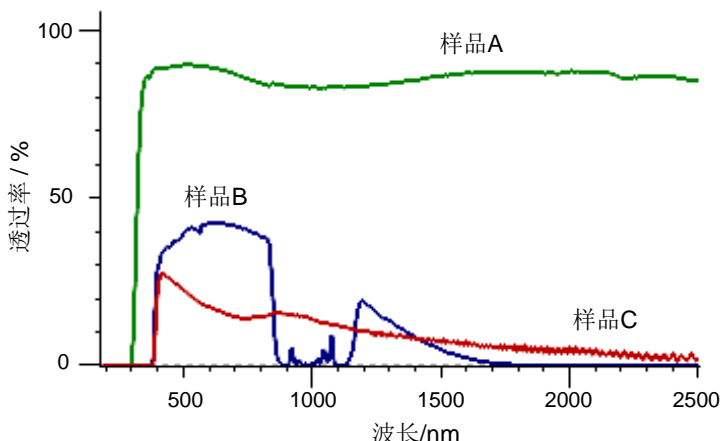

图2 3种玻璃的透射光谱
- ✓ UH5700加装玻璃滤光片，测定了3种玻璃的透射光谱 (图2)。